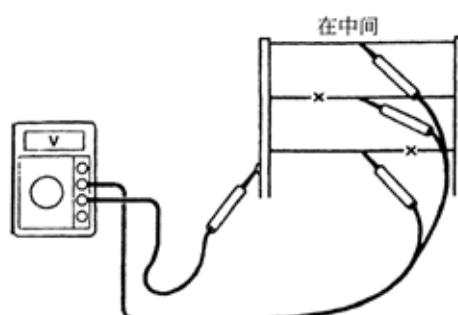

图 9-236
3) 如图 9-236 所示，在每一加热丝的中点处检查电路电压。标准如表 9-109 所示。